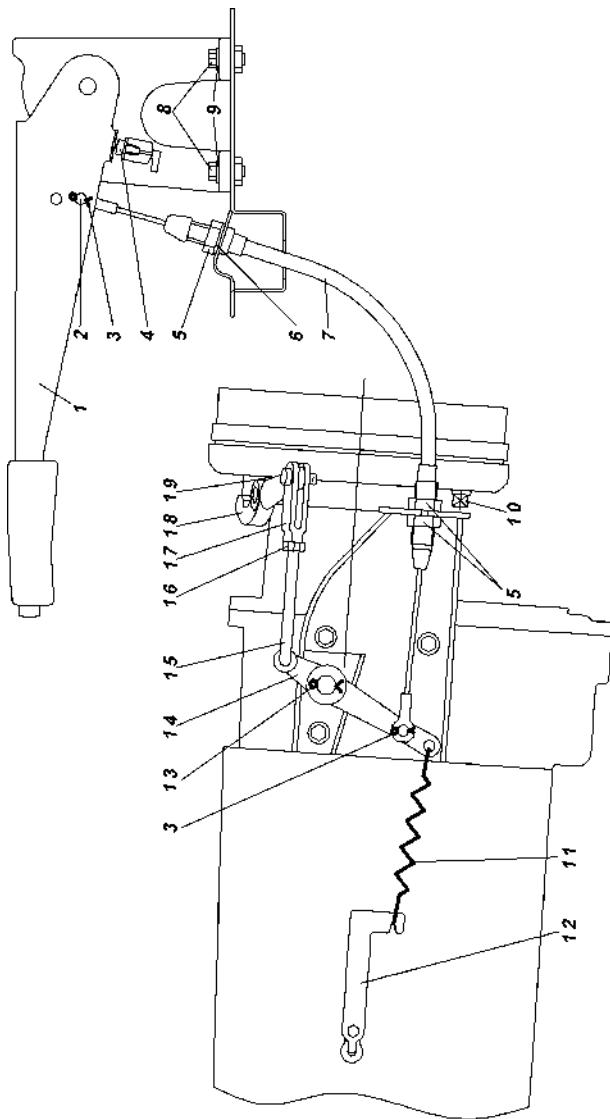

Рис. 9.30. Привод стоячного тормозного механизма:
2. Переместите рычаг стояночного тормоза 1 (рис. 9.30) в крайнее нижнее положение.